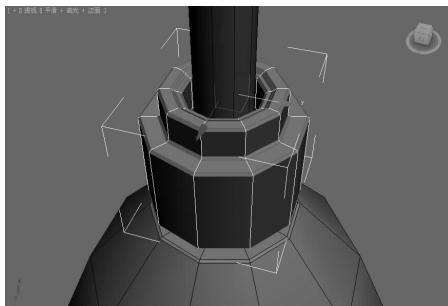

图 5-111 切角后的瓶盖的边▲
(6) 单击“切角”按钮右边的按钮, 在弹出的对话框中设置“切角量”为 0.1, 单击“确定”按钮, 得到的效果如图 5-111 所示。